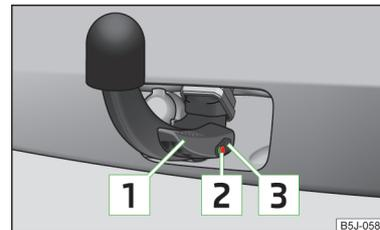

Abb. 121 Kugelstange ordnungsgemäß befestigen
- ✓ Der Hebel **1** befindet sich ganz oben » Abb. 121.